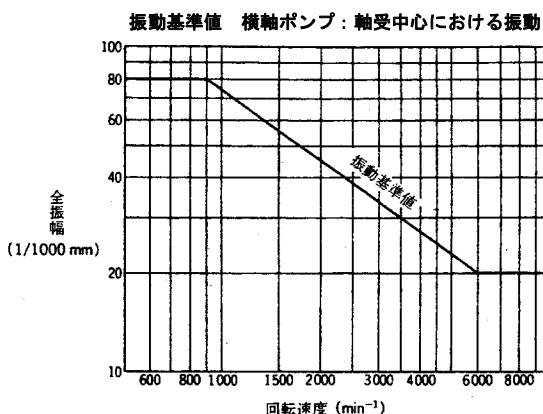

図 7
- (2) 軸封はメカニカルシールタイプのため、正常ならば、水漏れは極少で、にじむ程度です。運転開始時、少々水漏れが認められる場合でも、その状態で運転をしばらく維持させると水漏れが減ります。メカニカルシールの点検時はプロテクタを取り外してください。点検終了時は元のようにプロテクタを取り付けてください。それでも漏れが止まらない場合は、運転を停止して点検してください。
- (3) ポンプが正常で据付、配管工事が正しく施工されている場合の振動の基準値を図7に示します。振動が大きい場合は配管の無理などが原因ですので点検してください。特に防振対策を必要とされる場合、当社ではエバラ防振架台、エバラフレックス（たわみ管継手）、エバラパイプサイレンサ（圧力脈動吸収装置）を用意しておりますのでご用命ください。